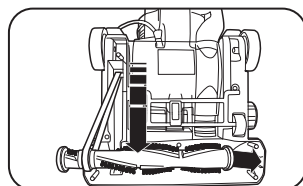

Fig. 5
4. Tirez la brosse vers l'avant (contre la traction de la courroie) et réinsérez les embouts dans le suceur (Fig. 5) en vous assurant d'aligner l'embout en face de la courroie afin que les bords plats glissent correctement.